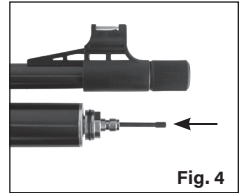

Fig. 4
2. Führen Sie das Entgasungswerkzeug durch die Spitze des Füllnippels ein (Abb. 4).